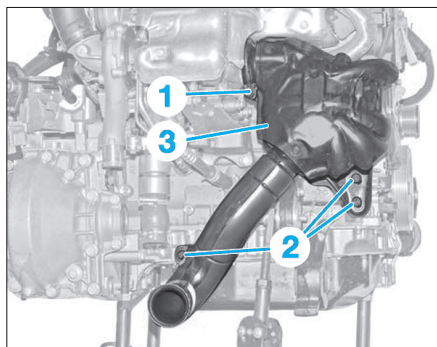

Fig. 48
- Desserrer le collier (1) (Fig.48).
- les vis (2),
- le pré-catalyseur (3).